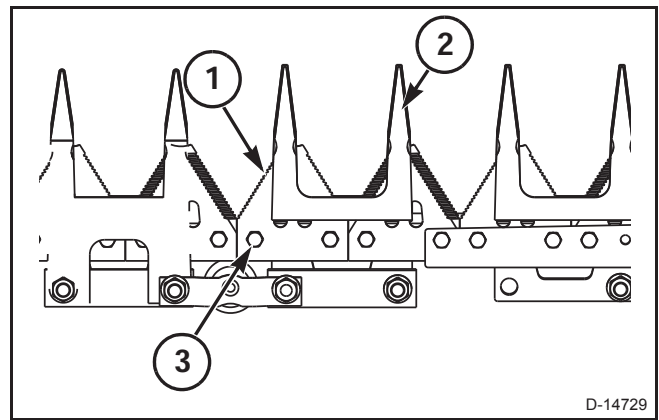

FIG. 56
FIG. 56: Gire manualmente el volante de la transmisión hasta que la sección del cortador (1) esté en el medio de la protección del cortador (2). Remueva la protección del cortador.